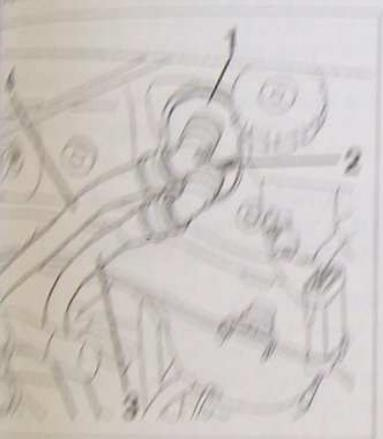

FIG. 10
Lors de la pose, mettre en place des pièces durs (1) et (2) du radiateur de chauffage. Les connecter à la vanne du circuit de refroidissement (Fig. 10).